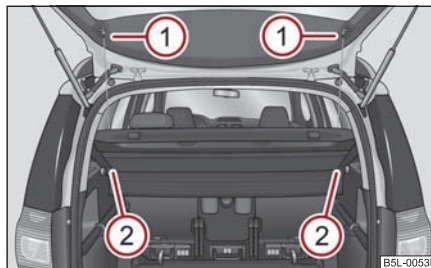

Fig. 100 Demontarea
- Desprindeți benzile de susținere de pe capacul portbagajului ① ⇒ fig. 100.
- Trageți masca portbagajului în spate, din suporturile ②, resp. apăsați în partea din față pe partea de jos a măștii portbagajului.
- La montare împingeți mai întâi masca în suportul ② și apoi prindeți benzile de susținere ① de capacul portbagajului.